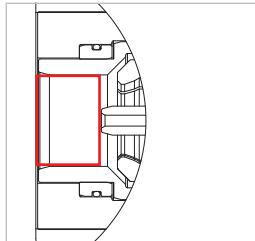

Figure 18
- ▶ Avant de mesurer le taux de fuite, il est impératif de rincer les parties suivantes du produit WEH® à l'air comprimé ou à l'azote (Figure 18) :